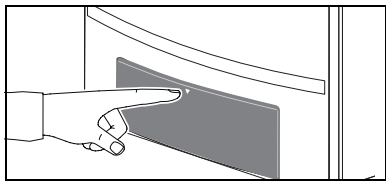

Fig. 22 *Bedieningspaneel sluiten*
- Sluit de het bedieningspaneel (fig. 22).